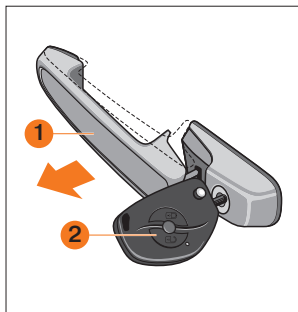
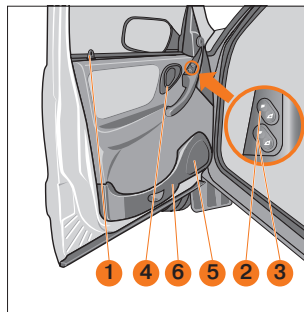

Рис. 7. Открывание дверей
Рис. 8. Передняя дверь
Двери открываются: снаружи – за ручку **1** (рис. 7) в направлении стрелки, а изнутри – поворотом на себя рукоятки **4** (рис. 8). Если замок заблокирован, то ручка и рукоятка имеют свободный ход.
**Передние двери** блокируются: снаружи – ключом **2** (рис. 7); изнутри – нажатием на кнопку **1** (рис. 8); или нажатием на кнопку на ключе с ПДУ.
Нажав на вогнутую или выпуклую часть клавиши **2** (рис. 8) переключателя стеклоподъемника, расположенного на обивке двери, можно опустить или поднять стекло на нужную величину. После прекращения нажатия клавиша автоматически устанавливается в среднем положении и стекло останавливается в любой выбранной Вами позиции. Дополнительная клавиша **3** (рис. 8) на двери водителя управляет электроприводом стеклоподъемника правой передней двери. Клавиши подсвечиваются, если включено наружное освещение.
В передней части кармана **6** (рис. 8), предназначенного для размещения мелких предметов, под облицовкой **5** предусмотрено место для установки акустических устройств радиопаратуры.